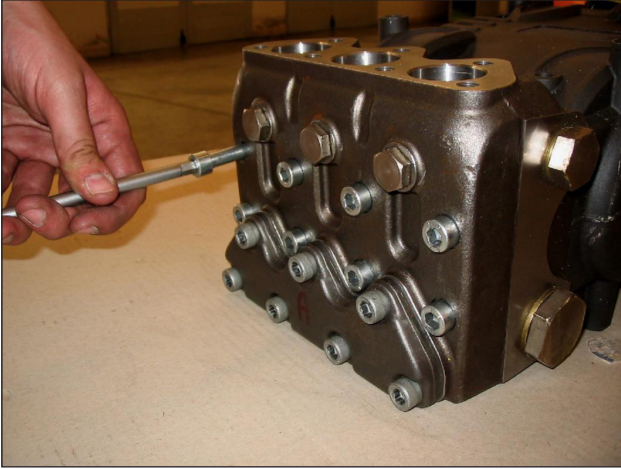

Fig. 20
A) Dévisser les vis de fixation de la tête M10x110 comme l'indique la Fig. 20.